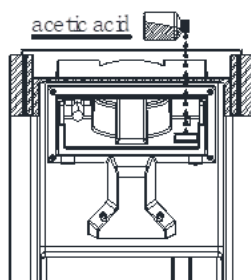

Fig. 2
4. Ajoutez les quantités appropriées de solution d'acide acétique à la position indiquée (Fig. 2)